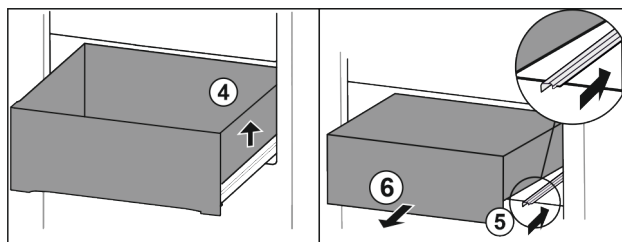

Fig. 93
- ▶ Løft skuffen i højre side. Fig. 93 (4)
- ▶ Skub den højre skinne ind. Fig. 93 (5)
- ▶ Tag skuffen ud fremefter. Fig. 93 (6)